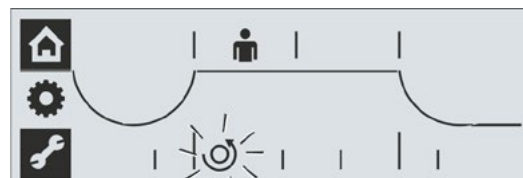

Fig. 2: Meny «Endeosisjoner» er aktiv, lukkeretning mot venstre
2. Bekreft valget: **Hold velgebryteren inne i ca. 3 sekunder!** Tannhjulet lyser konstant og symbolet for den innstilte lukkeretningen blinker (Fig. 2).